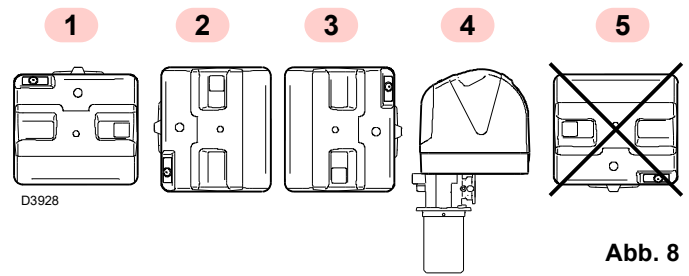

Abb. 8
- Der Brenner kann ausschließlich in den Stellungen **1, 2, 3** und **4** (Abb. 8) funktionieren.